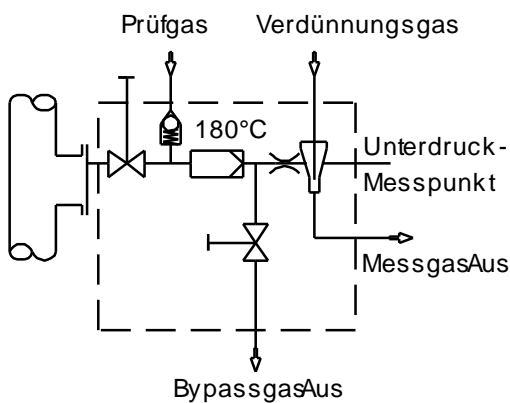

Abbildung 5 Gasflussschema möglicher Sondenvarianten
Wird bei großen Verdünnungsfaktoren eine entsprechend kleine Messgasmenge aus dem Prozess abgesaugt, so steht optional zur Verkürzung der Ansprechzeit bei atmosphärischem oder leichtem Unterdruckbetrieb ein unmittelbar vor dem Verdünnungsteil integrierter beheizter Bypass-Injektor zu Verfügung. Die Bypassoption kann ohne Gasrückführung **-B** ④ oder mit Gasrückführung zum Prozess **-BR** ⑤ ausgeführt sein. Bei Überdruckbetrieb dient ein Bypass-Nadelventil **-BV** zur Bypassmengeneinstellung (s. Abb. 5).